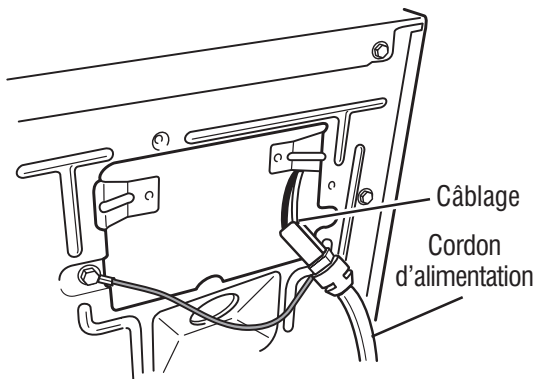
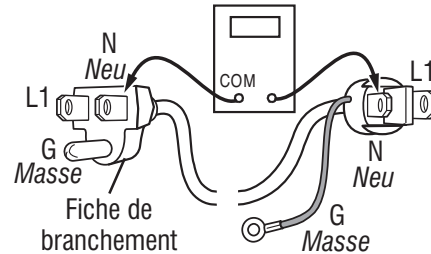

Figure 14 - Raccordement entre cordon d'alimentation et câblage pour une sècheuse à gaz.
Figure 15 - Bornes du cordon d'alimentation électrique, sècheuse à gaz.
3. Vérifier que le cordon d'alimentation est correctement raccordé au câblage de la sècheuse. Voir figure 14.
5. Avec un ohmmètre, vérifier la continuité entre la broche neutre (N) de la fiche de branchement et la broche P8-3 (conducteur blanc) du MCP. La partie gauche de l'illustration à la figure 15 identifie la position de la broche neutre (N) de la fiche de branchement. Voir également figure 11, page 37.
- S'il n'y a pas de continuité, défaire la connexion entre le conducteur blanc du câblage principal et le cordon d'alimentation, à l'emplacement indiqué à la figure 14. Tester la continuité du conducteur neutre du cordon d'alimentation selon les indications de la figure 15. S'il y a un circuit ouvert, remplacer le cordon d'alimentation. Sinon passer à l'étape 6.
- S'il n'y a pas de continuité, contrôler la continuité sur le cordon d'alimentation d'une manière similaire à ce qui est décrit à la figure 15, mais pour le conducteur L1 du cordon d'alimentation.